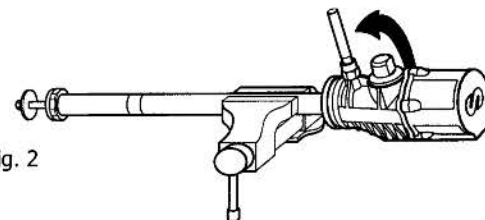

Fig. 2
3. Unscrew the air motor body from the suction tube using a threaded rod (fig. 2), and pull it out until it tops. The union nut gets visible.
3. Desenroscar el cuerpo motor del tubo de aspiración usando una varilla roscada (fig. 2), y extraerlo hasta que haga tope. Quedará a la vista la tuerca de conexión .
3. Séparer le corps du moteur d'air du tube d'aspiration à l'aide d'une tige filetée (voir fig. 2) et desserrer jusqu'à atteindre la butée. Dès lors, l'écrou prolongateur devrait être visible.